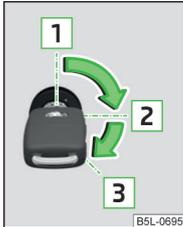

Abb. 117
Positionen des Fahrzeugschlüssels im Zündschloss » Abb. 117
- Den Schlüssel in die Position **3** drehen » Abb. 117 auf Seite 99, es erfolgt der Startvorgang. Dann den Schlüssel loslassen, der Motor springt automatisch an.
- Den Schlüssel in die Position **1** » Abb. 117 auf Seite 99 drehen.